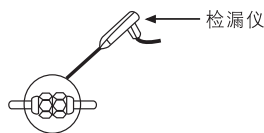

图31
- 3 在接口处用检漏仪或者肥皂水来检查是否有泄漏。(如图31)
- 4 用⑪塑料绝缘带把铜管和连接电缆包起来。